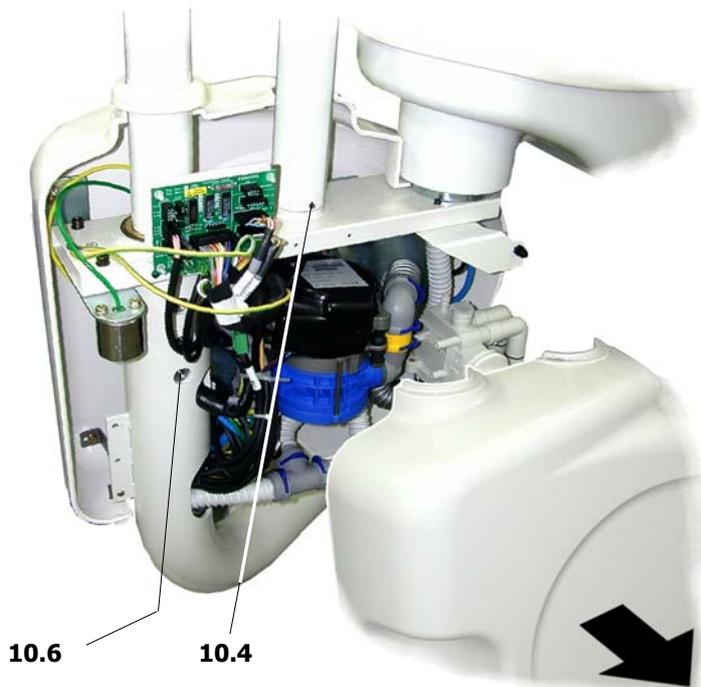
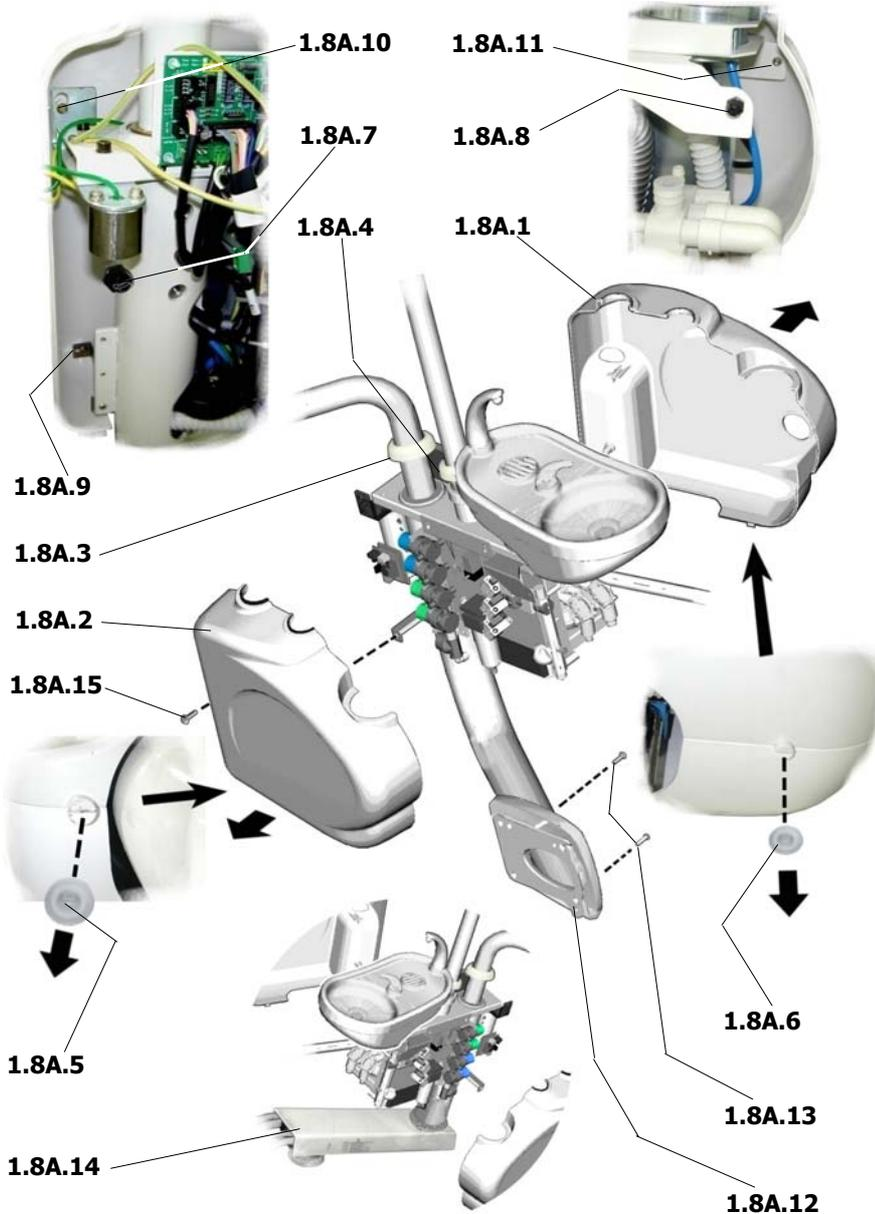

Fig. 1.7A - Réglage du frein du montant
Fig. 1.8A – Couvertures groupe hydrique
- retirer le volet latéral (fig. 1.7A) (*voir chap. Habillage groupe hydrique* - fig. 1.8A)
- visser la vis de fixation (**10.4** - fig. 1.7A).
RÉGLAGE DU FREIN DU BRAS DE LA TABLETTE INSTRUMENTS (Fig. 1.7A)
COVERTURES DES GROUPE HYDRAULIQUE (Figs. 1.8A et 1.8B)